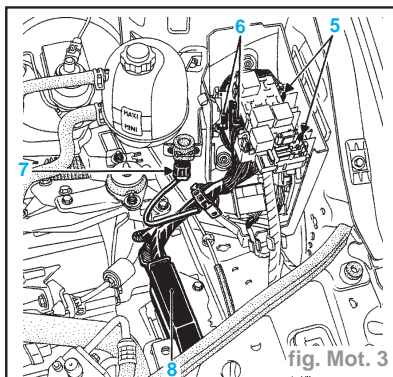

fig. Mot. 3
- la platine à relais (5) et débrancher les connecteurs (6), (7) et (8) (fig. Mot. 3),